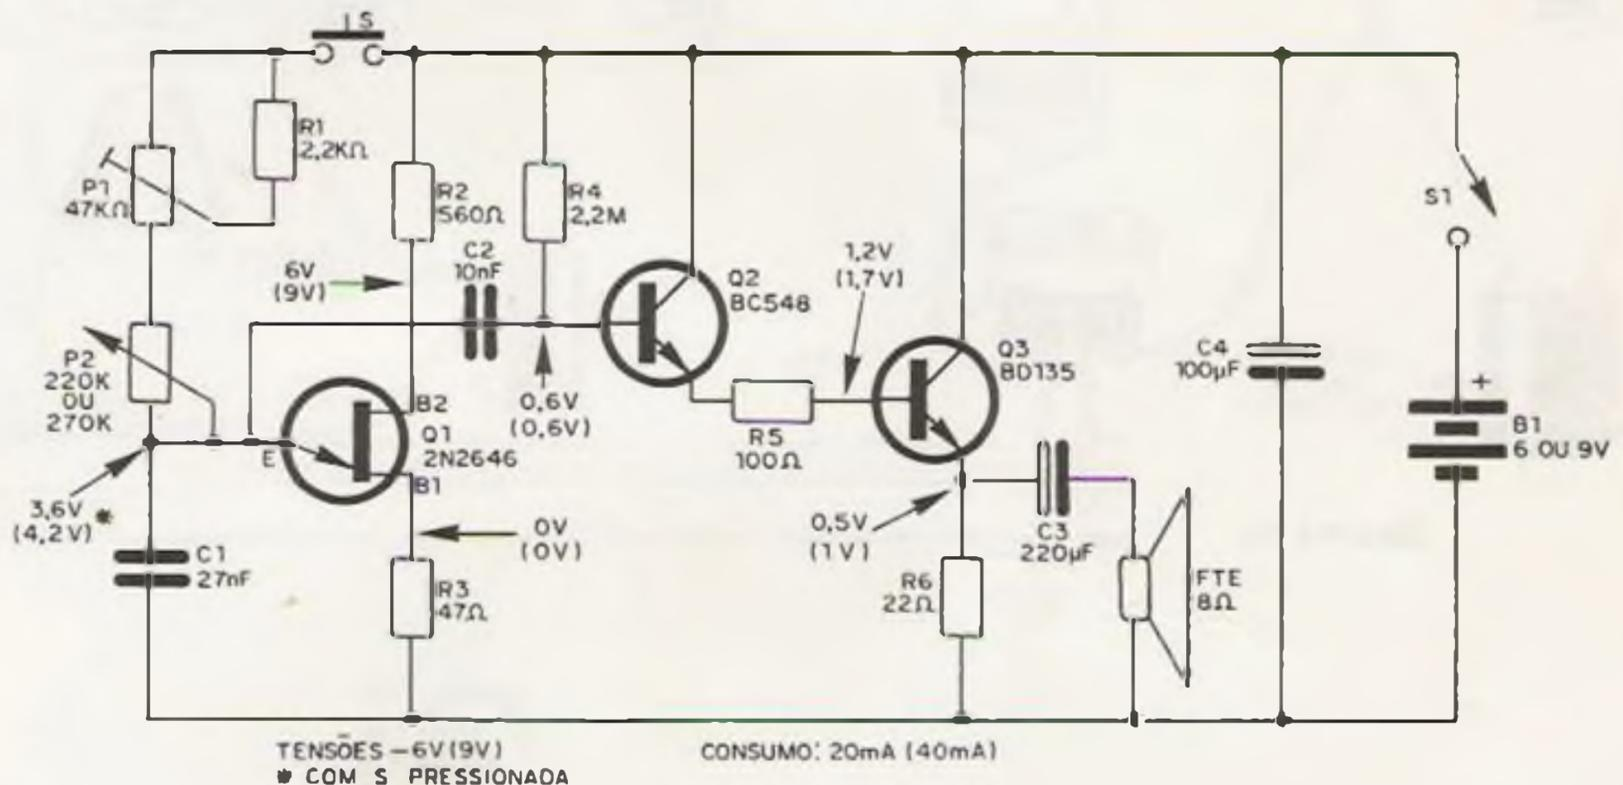
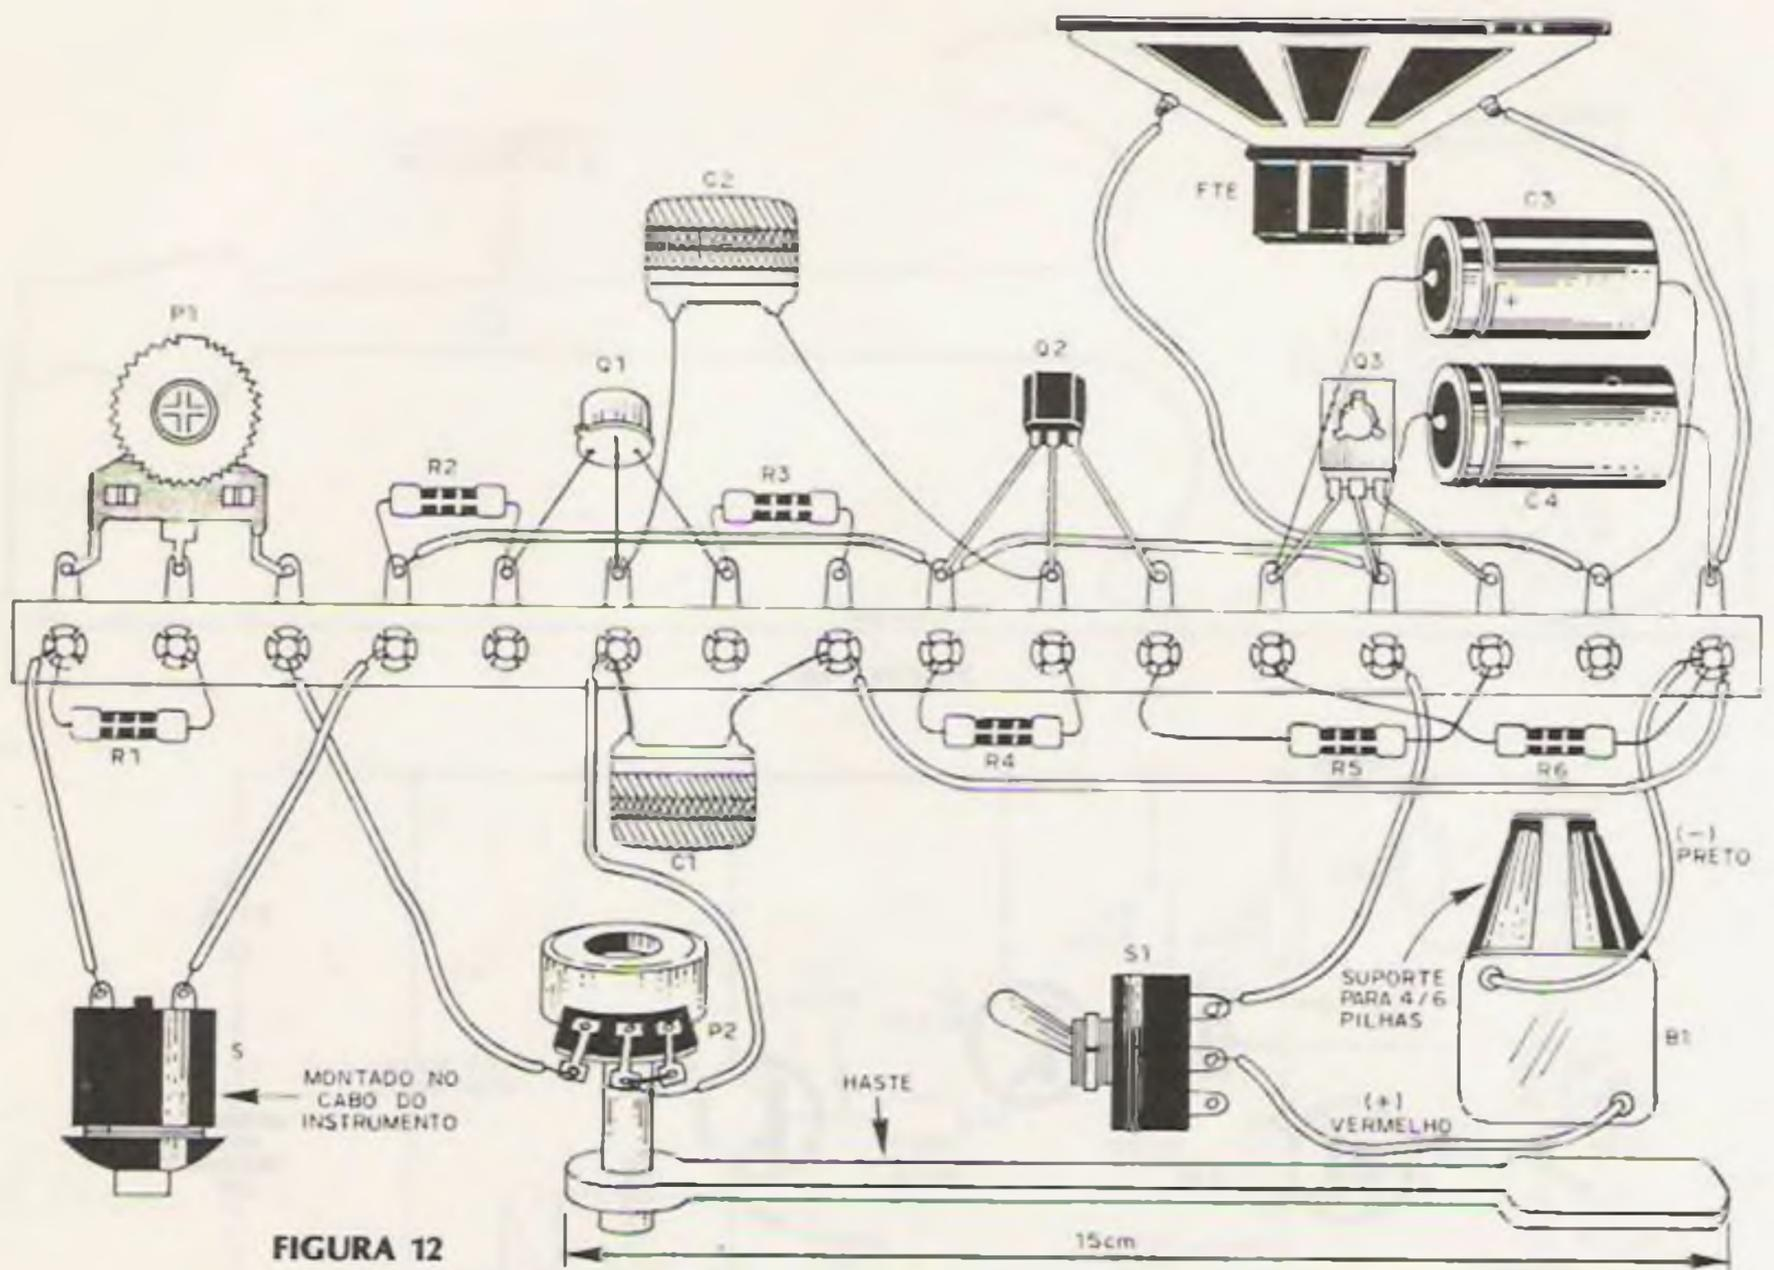

FIGURA 11
FIGURA 12
Na figura 11 é dado então o circuito eletrônico de nosso instrumento.
Para a montagem em ponte de terminais o leitor deve acompanhar a figura 12 em que a disposição dos componentes é mostrada. Veja que existe uma total correspondência entre esta figura e a figura 11.
j) o trim-pot tem duas possibilidades de montagem. Pode ser soldado diretamente na ponte de terminais da maneira indicada na figura 12, ou então, se o leitor preferir pode fixá-lo no painel frontal, em sua parte posterior, deixando um orifício de acesso para a afinação.